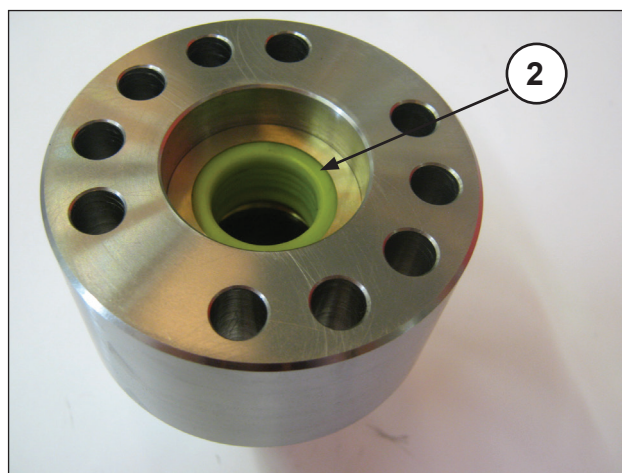
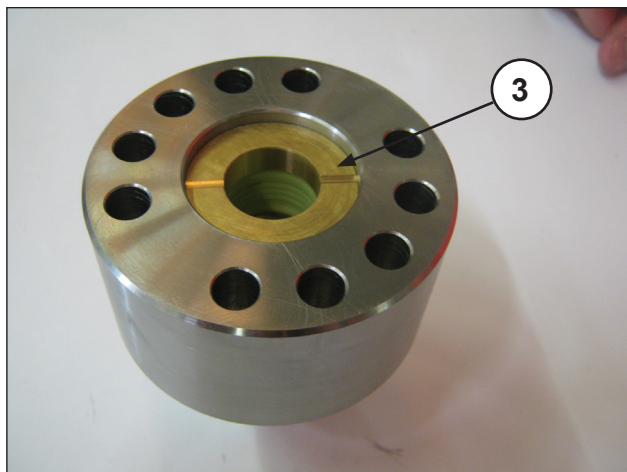
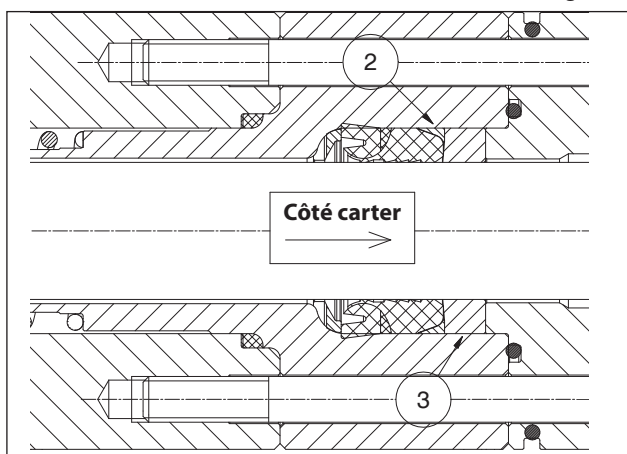

Fig. 136
Fig. 137
Fig. 138
- Introduire la bague anti-extrusion ② et la douille pour joints ③ en les positionnant comme décrit Fig. 136, Fig. 137, Fig. 138.
Introduire la douille pour joints ③ dans le support avec les orifices d'évacuation tournés vers l'extérieur (côté carter) comme décrit Fig. 137 et Fig. 138.